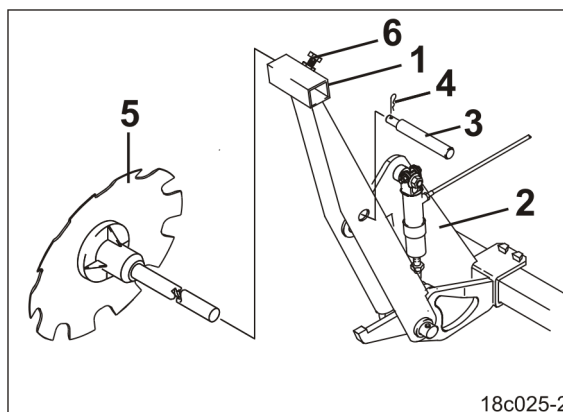

Fig. 213
2. Fixați suportul discurilor marcatoare (Fig. 213/1) în suporturile pentru transport (Fig. 213/2).
3. Asigurați bolțurile (Fig. 213/3) cu șplinturile (Fig. 213/4).
4. Desfaceți șurubul de fixare (Fig. 213/6).
5. Scoateți discul de urmă (Fig. 213/5) din suportul discurilor de urmă (Fig. 213/1) și transportați-l într-un spațiu adecvat de depozitare.